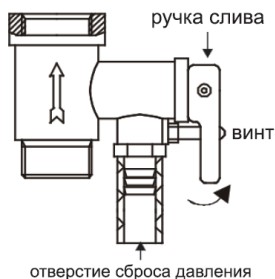

Рисунок 5
4. На входной патрубок, обозначенный голубым цветом и стрелкой направления течения воды, накрутите предохранительный клапан так, чтобы течение воды совпадало с направлением стрелки на корпусе клапана. На отверстие сброса давления предохранительного клапана (см. рисунок 5) оденьте дренажную трубку* для отвода воды (возможно появление при нагревании) в канализацию (трубку необходимо направить строго вниз и запрещено перегибать её).
6. Если не предусмотрен сливной кран-тройник (см. «Подключение к водопроводной магистрали»), воду можно слить через комбинированный предохранительный клапан: открутить винт ручки слива предохранительного клапана и перевести ручку слива в верхнее положение, при этом кран выхода горячей воды должен быть открыт, а кран подачи холодной воды в водонагреватель должен быть перекрыт (см. рисунок 5). Из отверстия сброса давления предохранительного клапана потечет вода.